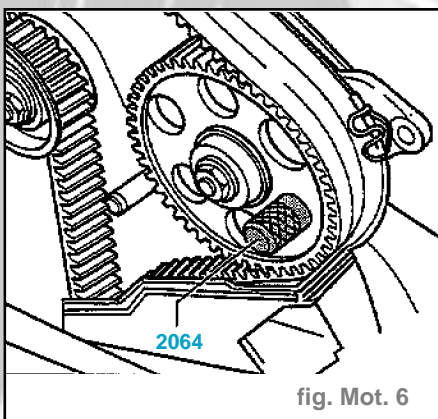

fig. Mot. 6
- Dans cette position, le mandrin de blocage **2064** doit pouvoir être mise en place (fig. Mot. 6).
- Bloquer le pignon de pompe d'injection avec un mandrin d'arrêt (fig. Mot. 6).